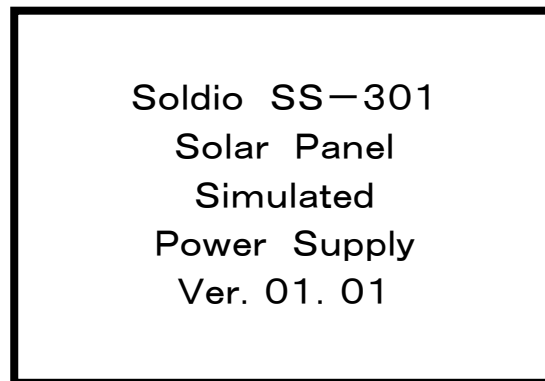
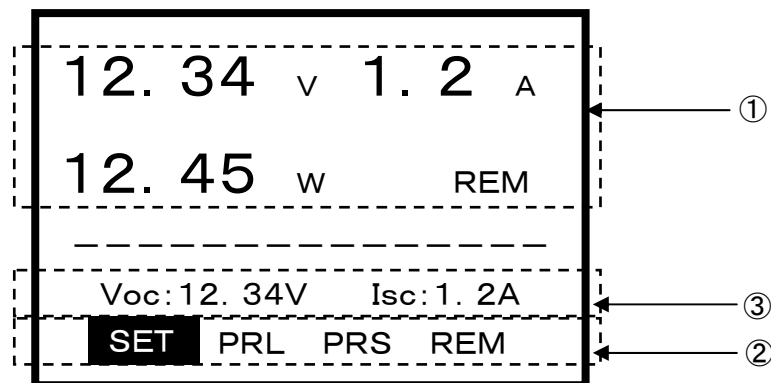

図 4.4-1
図 4.4-2
- ・電源をONすると図 4.4-1 の起動画面が数秒間表示されます。その後、図 4.4-2 に示す通常画面に移行します。